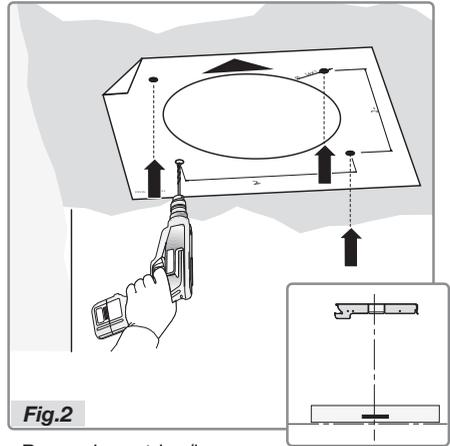

Fig.2
- Prenez la matrice/le modèle et placez-la contre le plafond, la flèche située du même côté que le panneau de commande de la hotte (Fig.2).